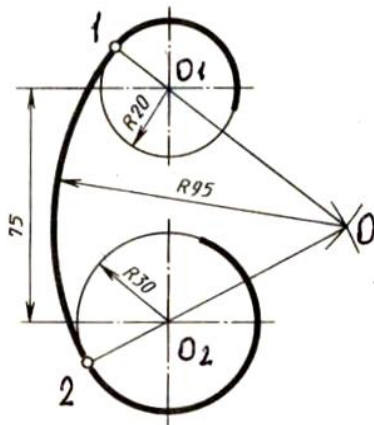

Рисунок 27 – Внутреннее сопряжение двух дуг
5) Построение внутреннего сопряжения двух дуг радиусом 30мм и 20мм дугой радиусом 95 мм (рисунок 27)